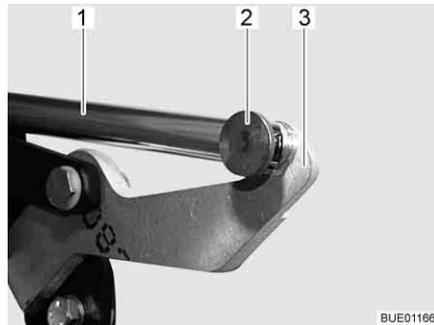

Fig. 80 Azionamento
- Rimuovere il collegamento (p. es. copiglia e perno) (Fig. 80,2) tra la biella (Fig. 80,1) e la leva (Fig. 80,3).